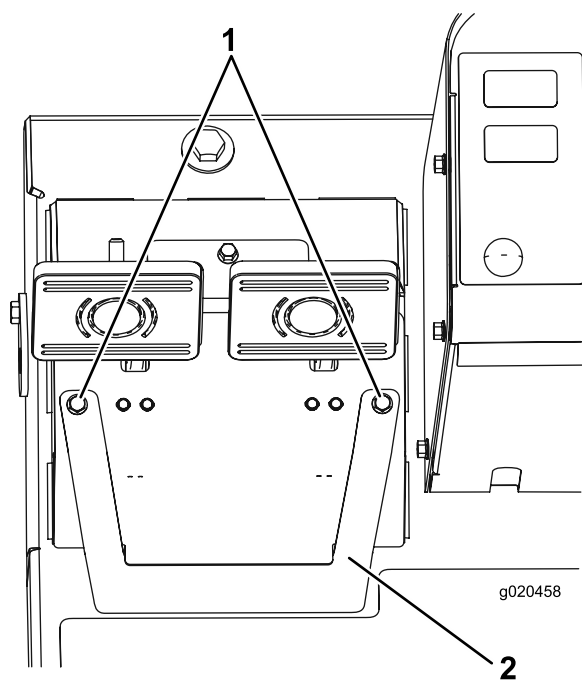

Figura 67
- A. Afloje los 2 tornillos de montaje, y retire la tapa de ajuste de los frenos (Figura 67).